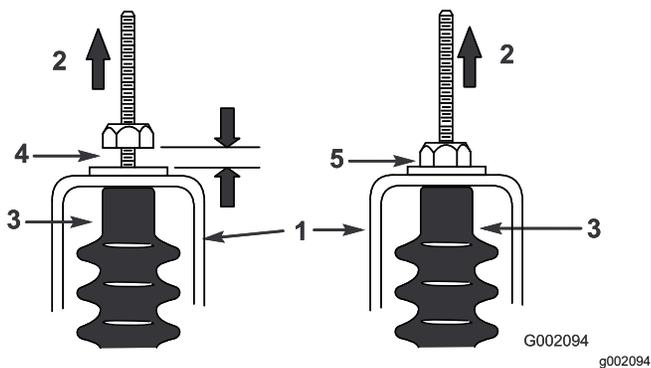

図 62
5. それぞれのシフトケーブルを引っ張って、ナットワッシャとニュートラルブラケットとの間に 0.76-1.52 mm のすきまがあることを確認する 図 62。